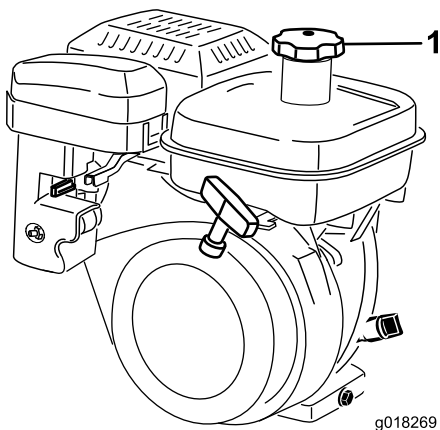

Figure 25
1. Nettoyez la surface autour du bouchon du réservoir de carburant et enlevez le bouchon (Figure 25). Faites le plein avec de l'essence sans plomb sans dépasser la base de la crépine du filtre. Ne remplissez pas excessivement.